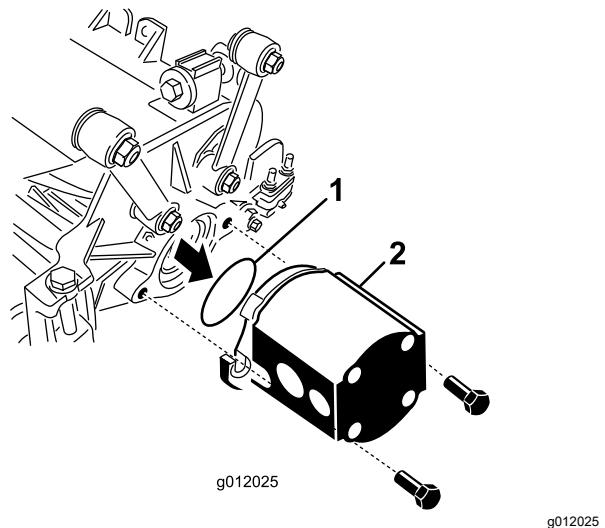

Figure 24
5. Placez le joint torique (fourni avec l'unité de coupe) sur le flasque du moteur d'entraînement (Figure 24).
6. Montez le moteur du côté entraînement de l'unité de coupe et fixez-le avec 2 vis d'assemblage fournies avec l'unité de coupe (Figure 24).